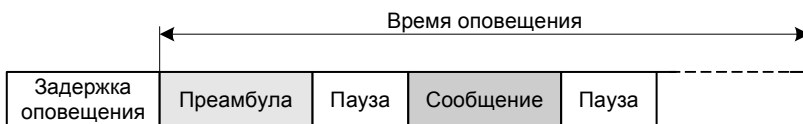

Рисунок 2
1.4.7.2 В общей сложности, в приборе может быть задано от одного до десяти сценариев оповещения. Структура сценария изображена на Рис. 2.